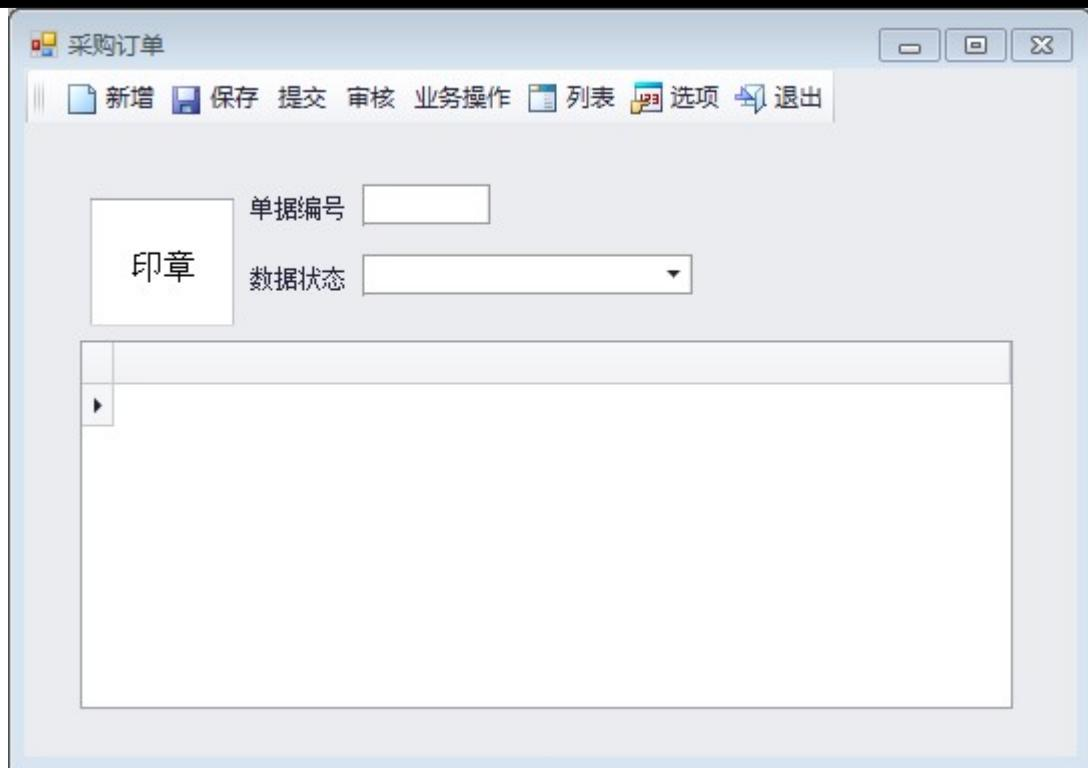

图 5-1-5 新建单据的缺省界面
- 4、新建单据后会初始化一个业务单据界面，业务单据缺省包括单据头和 1 个单据体，该界面还包括缺省字段：单据编号，数据状态、印章控件，如图 5-1-5。